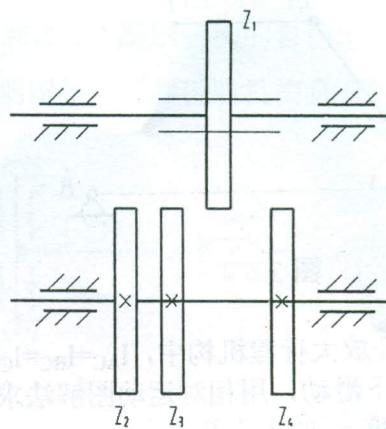

图 6.2
2、图 6.2 所示为一滑移齿轮变速箱，可以实现 3 种传动比，各轮齿数分别为  $z_1=43$ ， $z_2=43$ ， $z_3=42$ ， $z_4=41$ ， $m=4\text{mm}$ ， $\alpha=20^\circ$ ， $ha^*=1$ ，滑移齿轮  $z_1$  分别与  $z_2$ ， $z_3$  和  $z_4$  相啮合，两轴之间的中心距  $a'=170\text{mm}$ ，试分析确定这三对齿轮应采用何种传动类型？（不必计算具体的变位系数）（8分）